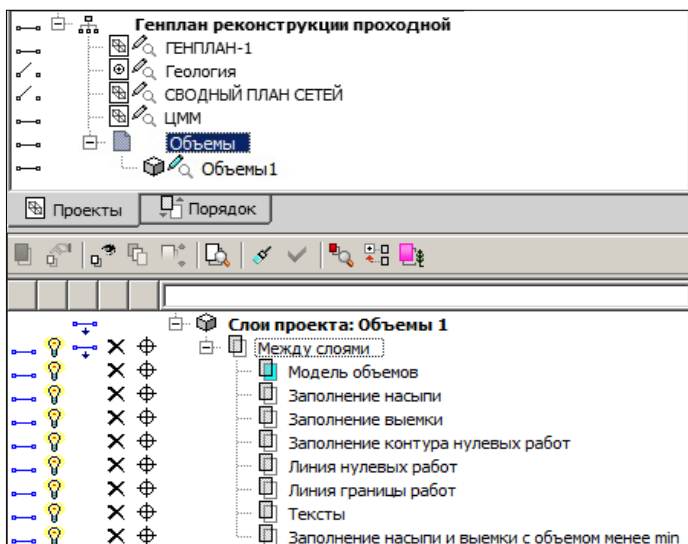

Рис. 7.3
После выполнения расчета объемов с помощью любой из команд создается проект **Объемы**. Все данные проекта разнесены по слоям с соответствующими названиями (рис. 7.3). Слой с поверхностью **Модель объемов** содержит данные по поверхности рассчитанной модели объемов. Рабочие отметки в этом слое представляют разницу абсолютных отметок между проектной и исходной поверхностями, которые были выбраны для расчета. В проекте также содержатся данные по насыпям и выемкам (соответствующим образом отображенные на экране), по линиям границ работ, а также по текстовой информации результатов расчетов и т.д.
В результате расчета создается новый проект **Объемы 1** (рис. 7.3).
**На заметку** Все проекты объемов (*Объемы, Объемы 1, Объемы 2 и т.д.*) программно размещаются в узлах, подчиненных общему пустому узлу с именем *Объемы* (рис. 7.3). При желании изменить структуру проектов, пустой узел можно удалить.